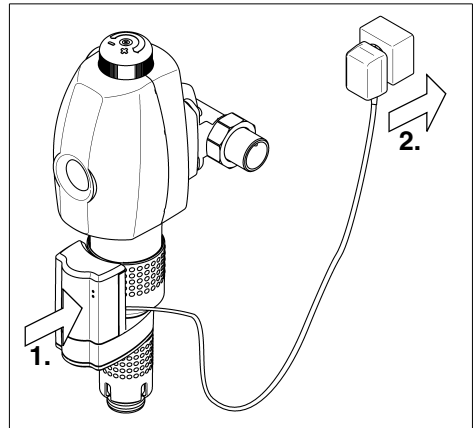

Abb. 8: Automatik schließen und einstecken
- Abdeckhaube der Automatik wieder aufstecken und hörbar einrasten lassen (siehe Abb. 8).